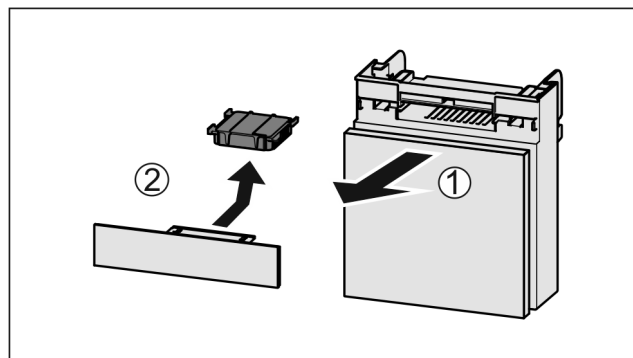

Fig. 52
- ▶ Вытянуть Fig. 52 (1) отделение движением вперед.
- ▶ Извлечение Fig. 52 (2) фильтра с активированным углем.